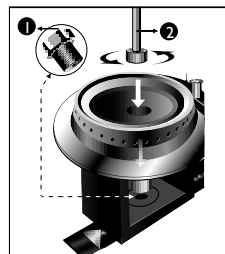

Figura 18
- Con una llave de copa de 8 mm, desmonte el inyector de la fuente de calor identificado en la parte superior con el número 0.94, o 1.50 según el tipo de gas (Ver tabla 7) girándolo hacia la izquierda (sentido contrario al de las manecillas del reloj). En su lugar, monte el nuevo inyector. En esta operación debe emplearse sellante de traba química de fuerza media para evitar fugas cuando el producto opere con gas natural (Ver figura 18).